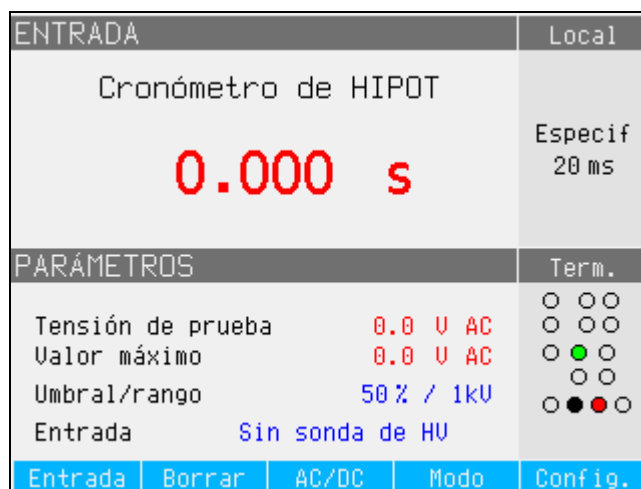

Figura 26. Visualización del multímetro con medición del temporizador de alto potencial
5. Active el modo de temporizador del DUT cuando esté listo. Consulte la figura 26.